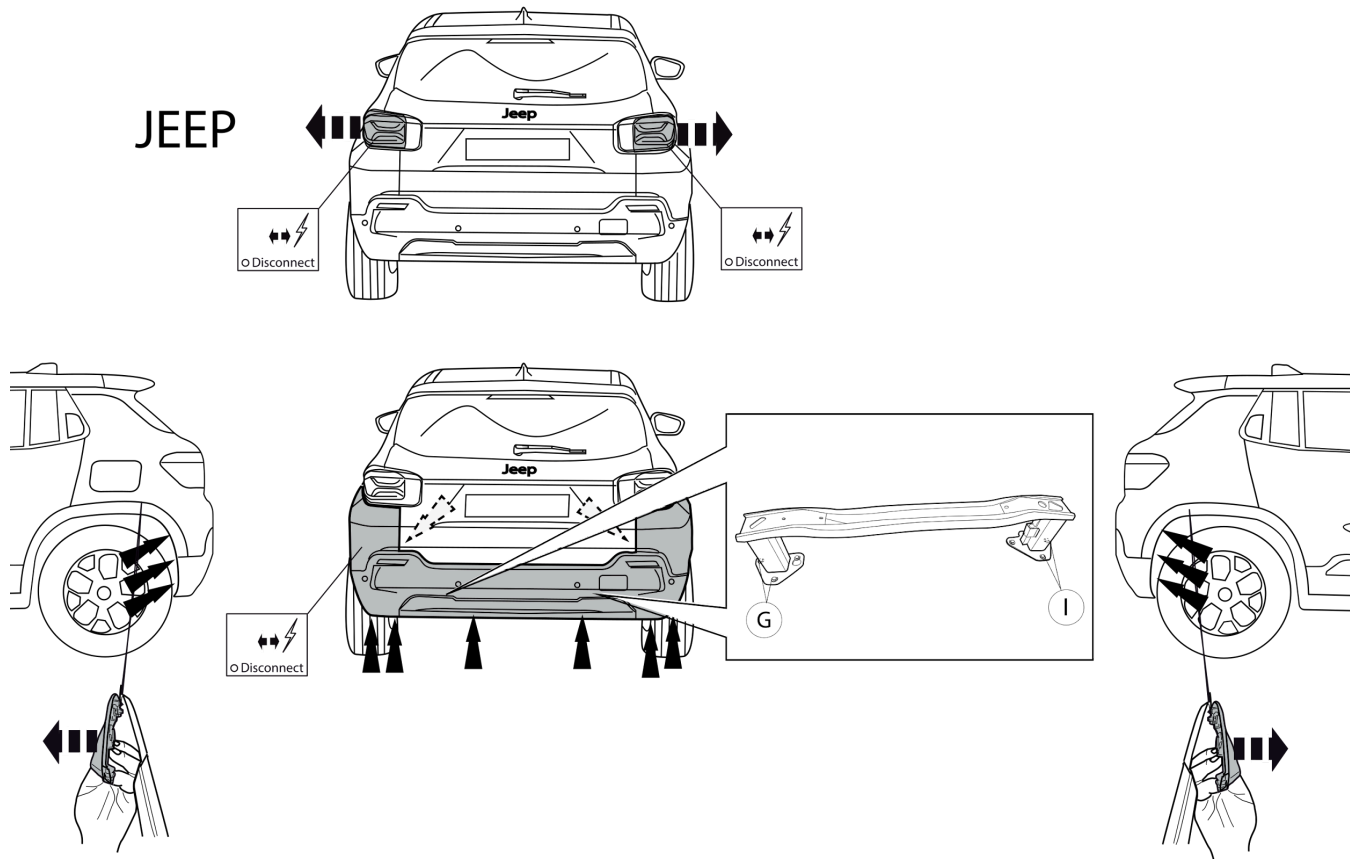

Fig. 1
1. Снять бампер. См. рисунок 1, 2, 3, 5, 6, 7, 10 & 11.